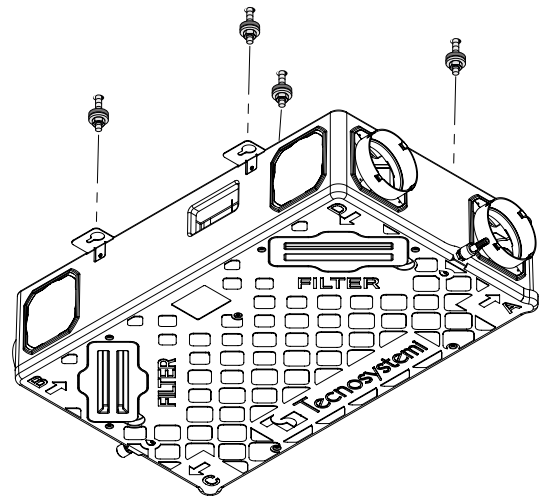

Abb. 3
3. Setzen Sie die Schrauben mit den Bolzen in jede der Bohrung teilweise ein (Abb. 3).